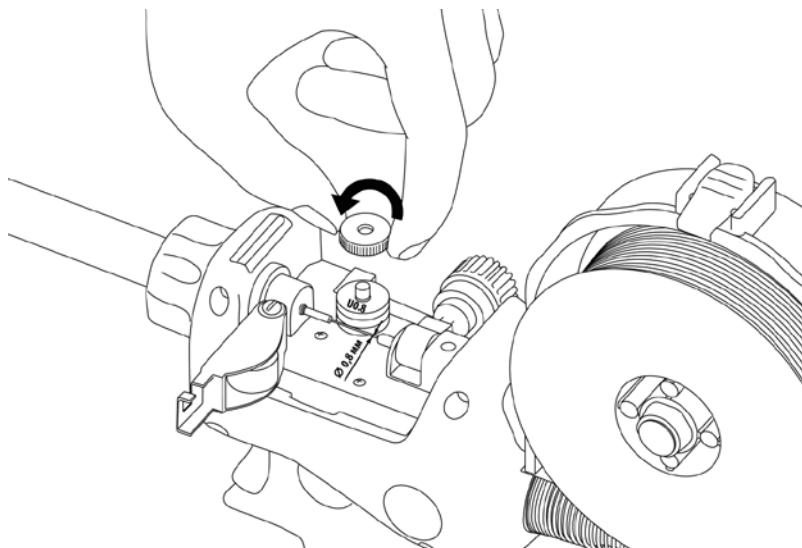

Рис. 7.9. Проверка подающего ролика.
2. Открутите прижимную гайку механизма подачи сварочной проволоки. Убедитесь в правильном выборе канавки (См. рис. 7.9). Внешний вид ролика показан на рисунке 7.10.